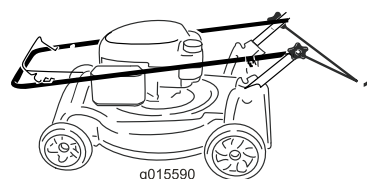

Figura 33
1. Afloje los pomos del manillar hasta que pueda mover el manillar libremente (Figura 33).
1. Pomo del manillar (2)
2. Mueva del manillar hacia adelante según se indica en Figura 33.